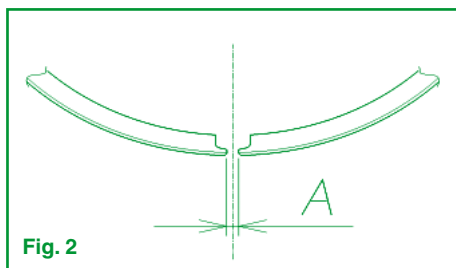

Fig. 2
- c – den Abstand zwischen den Enden des Kolbenrings (Kolbenringstoß) mit einem Dickenmesser ausmessen; min. Kolbenringstoß: $A = 0,15$ mm siehe Abb. 2.